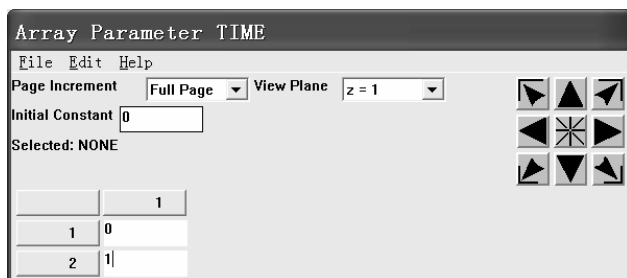

图 6-24 “Array Parameter TIME”窗口
(4) 单击“Array Parameters”窗口中的“TIME”，“TIME”背景变为蓝色，然后单击“Edit...”按钮，弹出“Array Parameter TIME”窗口（见图 6-24）。